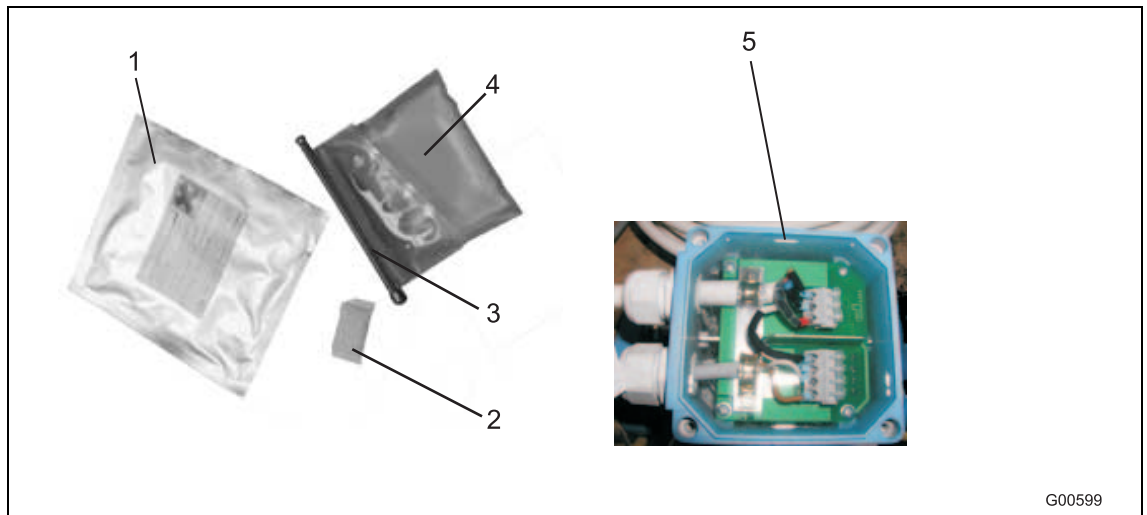

Fig. 24
- Não encher a caixa de ligação de modo muito alto – manter a massa isolante longe do anel tórico e da junta de vedação / ranhura (ver figura abaixo Fig. 24)